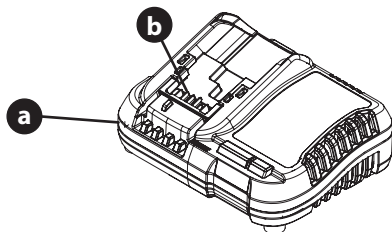

Figura 2
1. Mantenga el cargador de baterías limpio y sin residuos. No permita el ingreso de material extraño en el conector del cargador (a) o en los bornes (b) (Figura 2). Antes de cada uso inspeccione que el cargador de baterías no tenga material extraño.